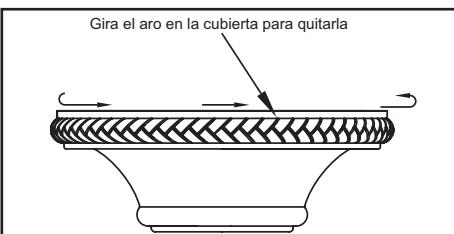

Figura 5
1. Retira el aro en la cubierta, girando el aro a la derecha hasta destrabarla (Figura 5).
1. Retira el aro en la cubierta, girando el aro a la derecha hasta destrabararlo (Figura 5).